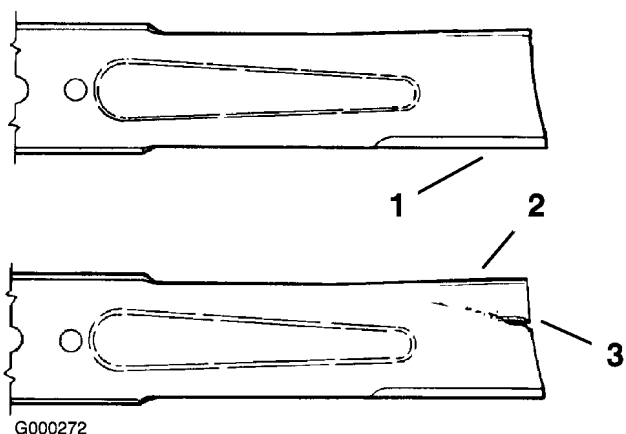

Figura 80
1. Controllate i taglienti (Figura 80). Se i taglienti non sono affilati o mostrano delle tacche, togliete le lame e affilatele. Vedere Affilatura delle lame.
2. Controllate le lame, in particolare l'area curva (Figura 80). In caso di danni, usura o scanalature in questa zona (Figura 80) montate immediatamente una nuova lama.